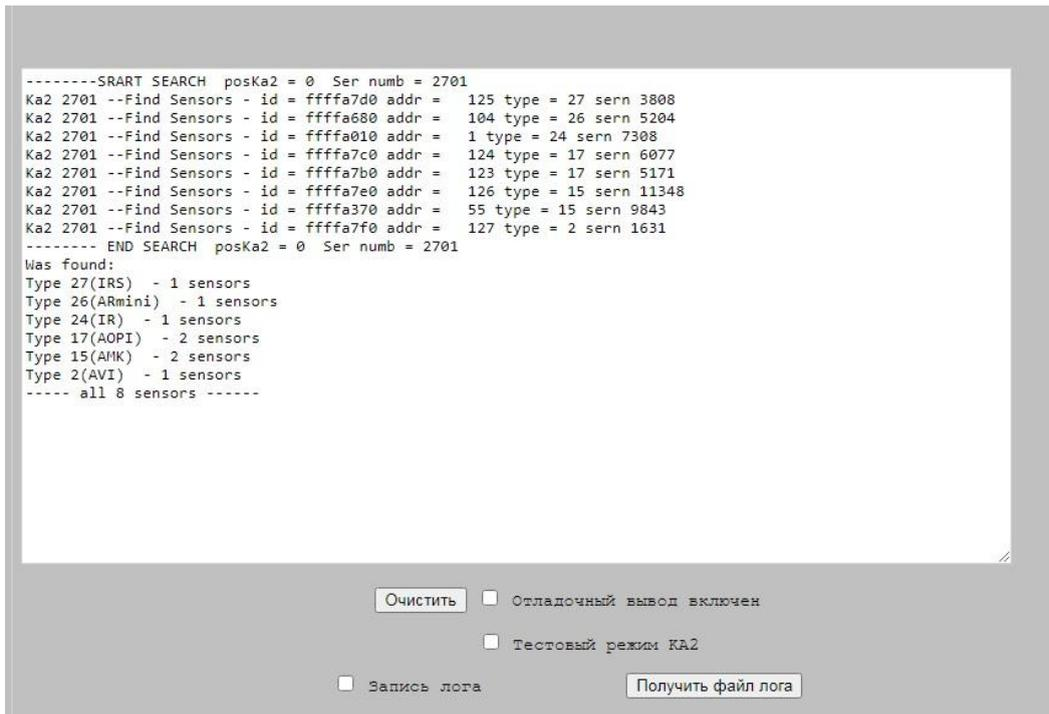

Рис. 6
4. Кнопка “Поиск на шлейфе” запускает процесс поиска адресных устройств на выбранном КА2. Результаты поиска будут выводиться в окно вывода отладочного протокола посередине страницы (Рис. 6).